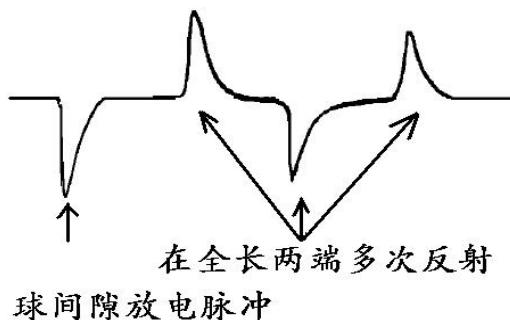

图 5-3-5 故障点未击穿时的典型波形
- ① 故障点击穿时，球间隙放电声清脆响亮，火花较大。而未击穿时，一般球间隙放电声嘶哑，不清脆，而且火花较弱。
- ② 电缆故障点击穿时，电压表指针摆动范围较大。而未击穿时，电压表摆动较小，
- ③ 根据仪器记录波形判断。图 5-3-5 为电缆未击穿时的典型波形。